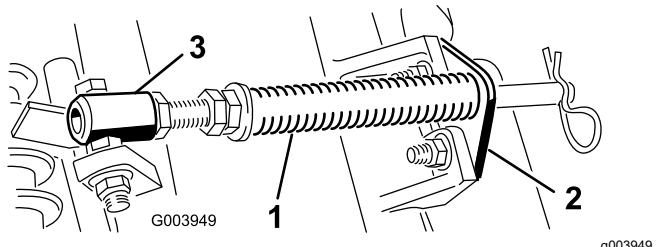

Bild 5
1. Nehmen Sie die zwei Schlossschrauben und Muttern ab, mit denen die Stangenhalterung an den Nasen des Mähwerks befestigt ist (Bild 5).
2. Nehmen Sie die Bundmutter ab, mit denen die Schraube des Federrohrs an der Trägerrahmennase befestigt ist (Bild 5). Nehmen Sie die Baugruppe ab.